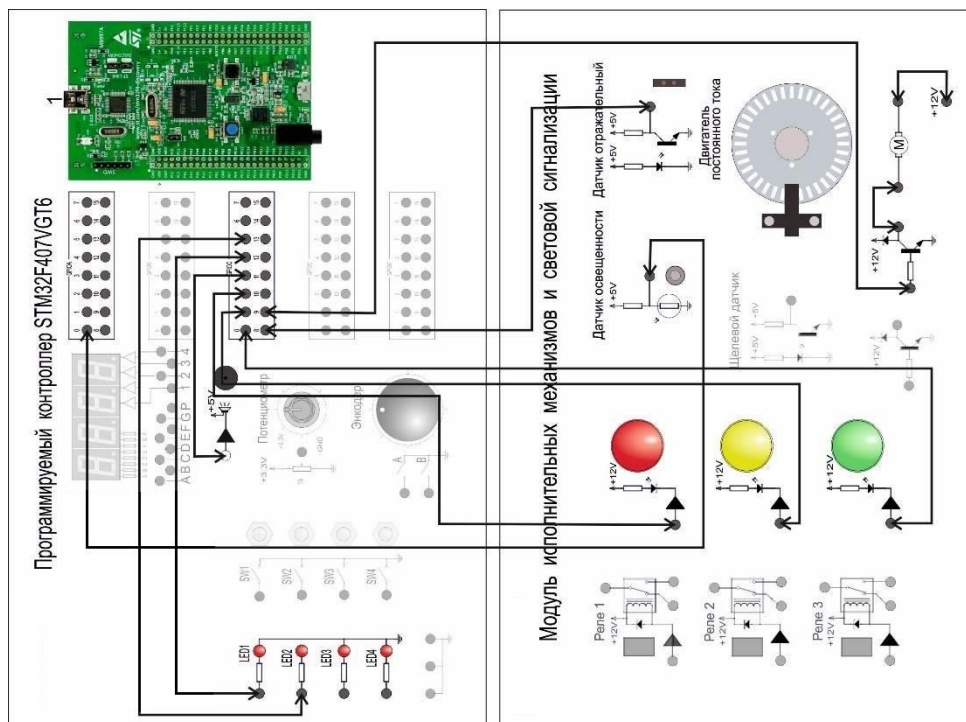

Рисунок 52. Схема электрических соединений
2. Изучите схему, представленную на рис. 52.